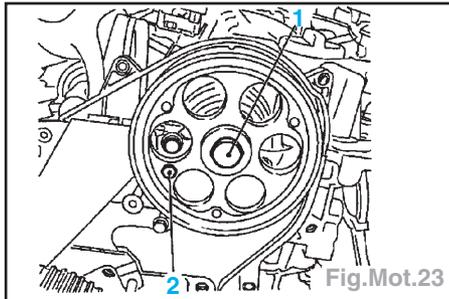

Fig.Mot.23
- Tourner les ACT avec l'outil KM-6156 jusqu'à ce qu'il soit possible de mettre la vis de blocage de PMH (2) (Fig.Mot.23).